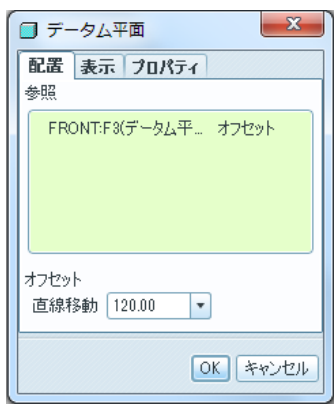

図 13-5 面とオフセットの定義
- ・新たなデータム平面は、FRONT 面から 120mm オフセットさせた位置に作成する。（図 13-5）